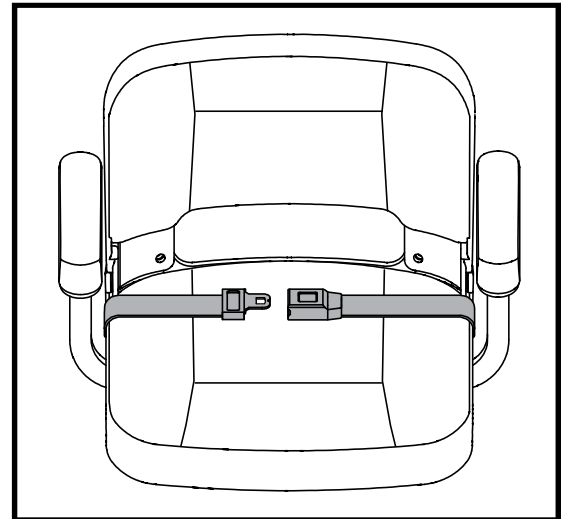

Abb. 16. Rückhaltetur
1. Schloßzunge in das Schloßteil stecken, bis der Schnellverschluß hörbar einrastet. **Siehe Abb. 16.**